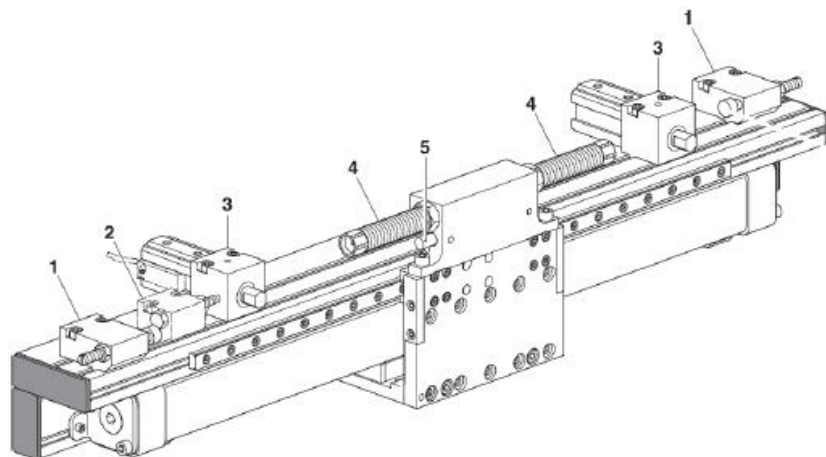

Abb. 23 Einstellung Anschlagsschrauben PMP-c Version 02
3. Hublänge mittels Endansschlägen (Abb. 23, 1) und bei Bedarf mit der Feineinstellung (Abb. 23, 2) einstellen.
4. Zwischenansschläge (Abb. 23, 3) einstellen.
5. Stossdämpfer (Abb. 23, 4) einstellen (⇒ Kap. 6.7).
6. Initiatoren (Abb. 23, 5) montieren (⇒ Kap. 6.8)